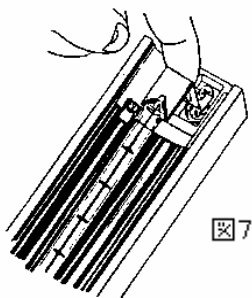

図7
- ③ ホルダーの一方の端にランプ取り付けが完了したら、図7のように、反対側端のランプの取付金具プレートを指で押して、傾けながら四角いワッシャーの下にピッタリとはめ込んでください。
- ④ ランプの取り付け位置を調整してください。ランプを横方向と縦方向にずらして、取付金具プレートをずらすのに必要な分だけ若干曲げて、ランプがフレクターの中心へくるように調整してください。